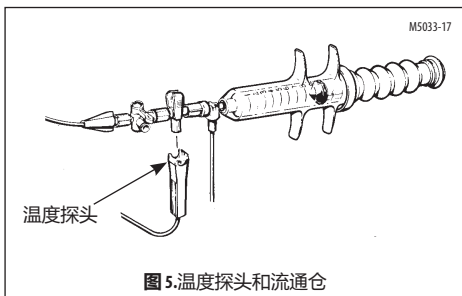

图 5.温度探头和流通仓
2. 将注射液温度探头插入流通/止回阀直至咬定位置（图5）。固定该系统以最大程度减少相对病人的移动。